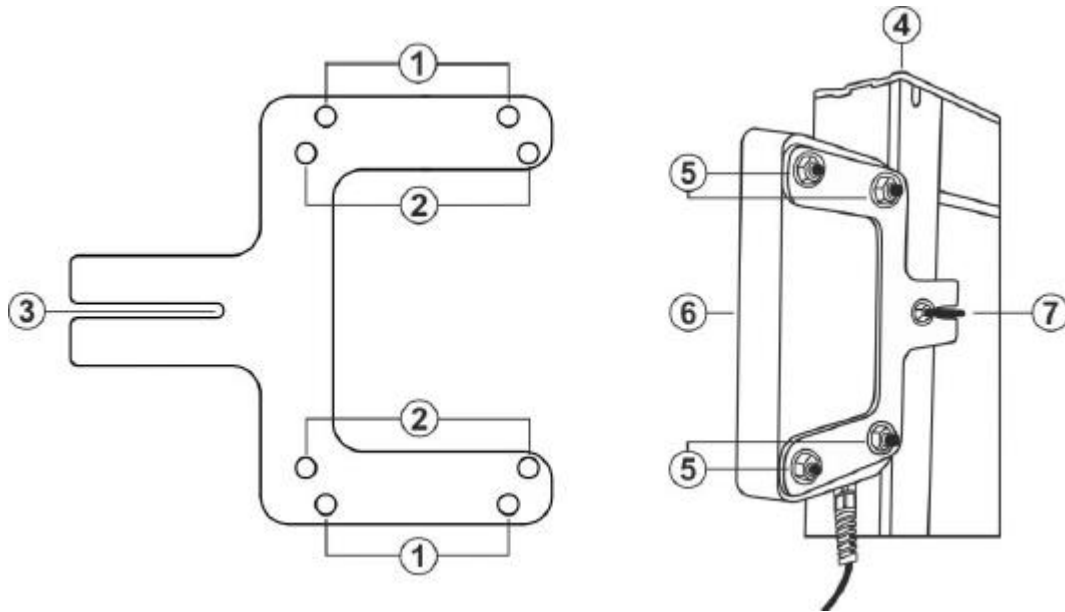

図 2：太陽光発電モジュールのフレームにセンサーを取り付け
1. 付属のブラケットを取り付けます（図2の左側を参照）。ブラケットには、太陽光発電モジュールの背面にある穴に合うネジで取り付けます（図2の右側を参照）。